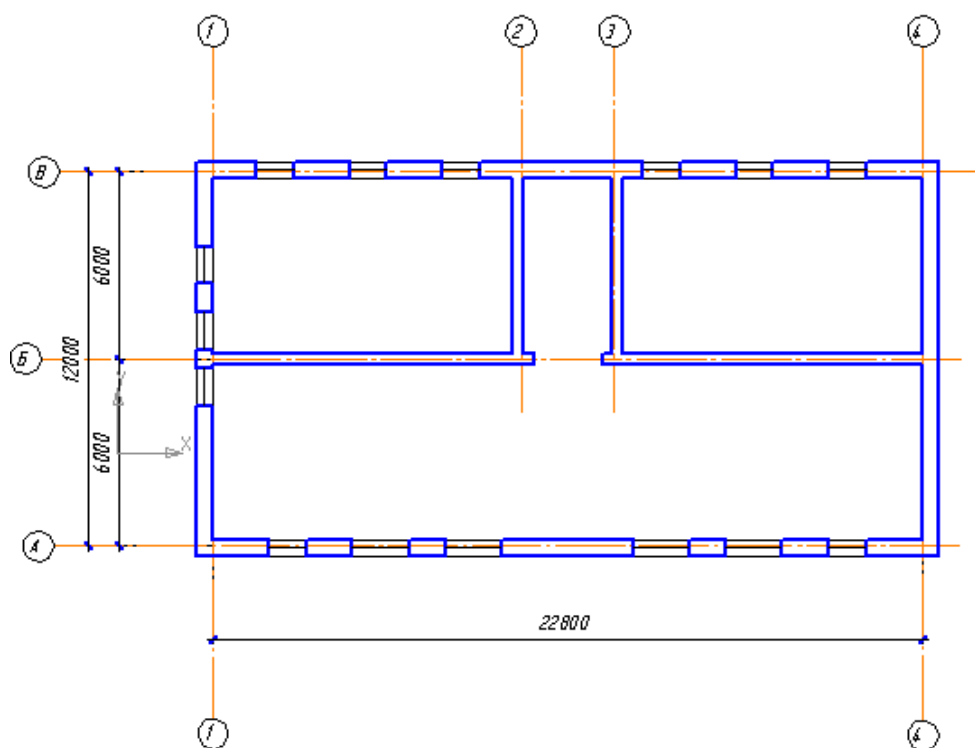

Рис.5
- 10 Построить оконные проемы – Библиотека СПДС-обозначений – Окно – на панели свойств ввести данные (ширина, без четвертей, привязка к координационной оси, далее к центру предыдущего оконного проема). См. спецификацию окон и рис. 5.